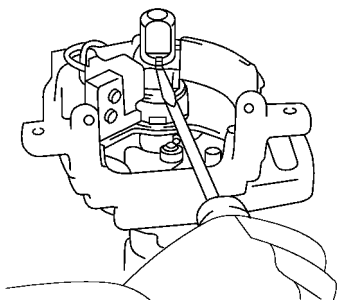

图 5-40 拆下信号转子
(7) 拆下分电器配线。
(8) 拆下信号转子。使用小的螺钉旋具, 撬出转子定位销, 拉出信号转子, 如图 5-40 所示。